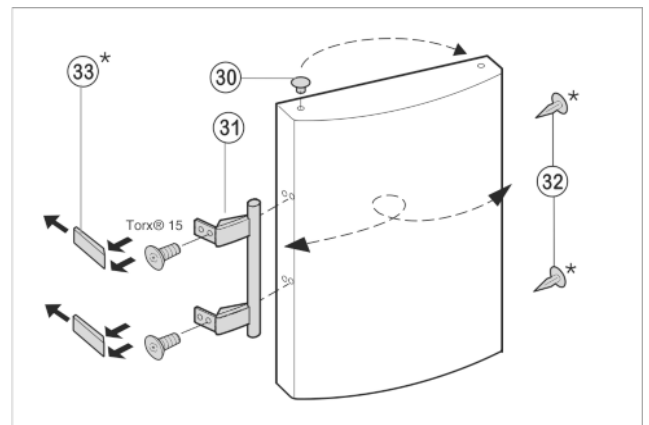

Fig. 9
► Stopfen Fig. 9 (30) aus der Tür Lagerbock herausheben und umsetzen.
► Türgriff Fig. 9 (31), Stopfen Fig. 9 (32) und Druckplatten Fig. 9 (33) abmontieren und auf die Gegenseite umsetzen.